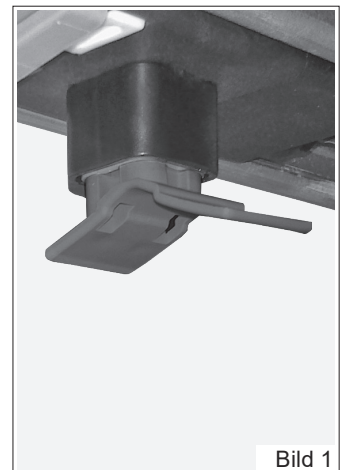
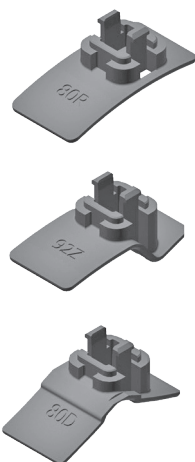
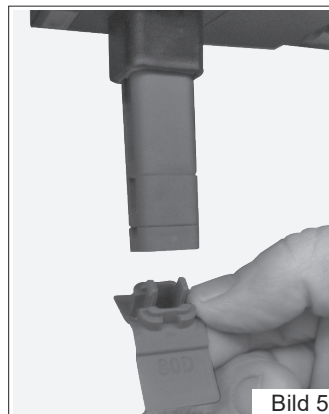

Bild 1
Bild 7
Bild 5
(Bild 1) vorhanden ist!
5.6 Wenn die Option Pakethöhenausgleich gewählt wurde, ist der obere Endpunkt nicht über die manuell einstellbare Endlage des Motors voreingestellt. In diesem Fall ist ein Kunststoffteil am Auflaufpilz des Motors aufgesteckt (Bild 1). Beim Probelauf unbedingt prüfen ob der graue Kunststoffteil (Bild 7) vorhanden ist. Ein Fehlen dieses Teiles hätte die Beschädigung des Behanges zur Folge. Bei VoroRaff und ResaRaff werden die Elemente ohne Pakethöhenausgleich ausgeführt. Der obere Endpunkt (Pakethöhe) ist über die obere Endlage des Motors voreingestellt. Hier gibt es keine Notabschaltung.
- 8.3.3 Klipsen Sie den Teil mit der Lamellenform ab und die entsprechenden Verlängerungen auf (verfügbar mit 24 mm, 12 mm, 6 mm). Danach auch den Formteil wieder aufklipsen (Bild 5). Die Formteile sind mit „80R“, „80D“, „92Z“ beschriftet. Die Beschriftung bzw. der längere Schenkel des Formteiles muss in Richtung außen (Straßenseite) zeigen (Bild 7).
- 8.3.5 Der Teil mit der Lamellenform (Bild 7) darf nicht gänzlich entfernt werden, da kein oberer Endpunkt am Motor eingestellt ist.